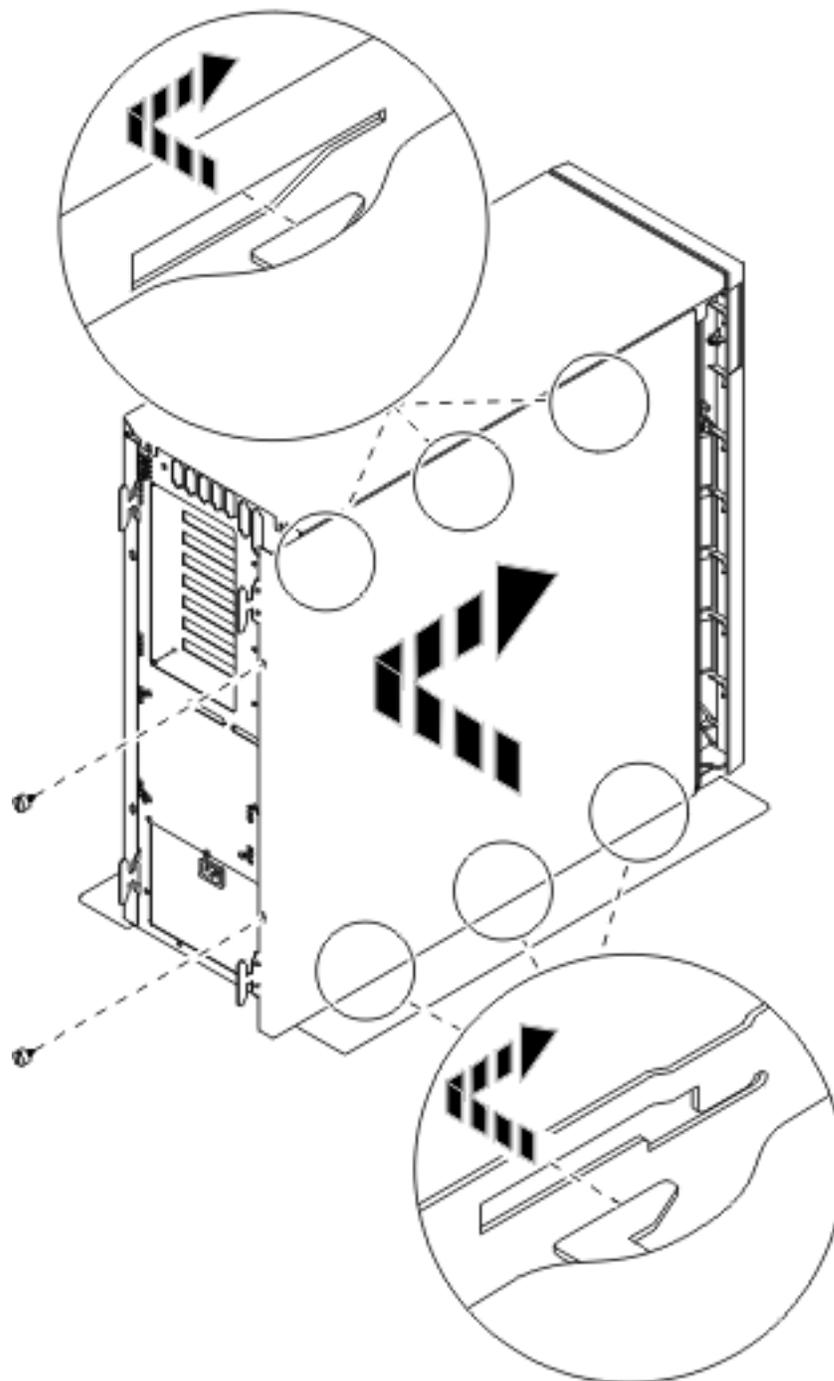

Figura 10. Installare lo sportello laterale dell'unità di sistema
2. La **Figura 10 a pagina 23** mostra come installare lo sportello laterale dell'unità di sistema allineando le linguette del bordo superiore e di quello inferiore. Premere per assicurarsi che tutte le linguette siano entrate nei